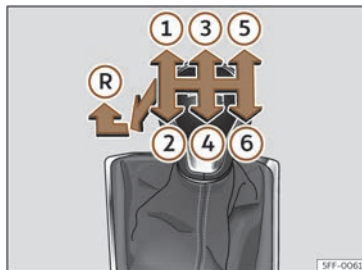

Fig. 115 Esquema dun cambio manual de 6 marchas.
Na panca de cambios indícanse as posicións das marchas >>> **fig. 115**.
- Coa panca de cambios en punto morto, prémaa cara abaixo, móvaa á esquerda ata o final e despois cara adiante para seleccionar a marcha atrás >>> **fig. 115** (R).